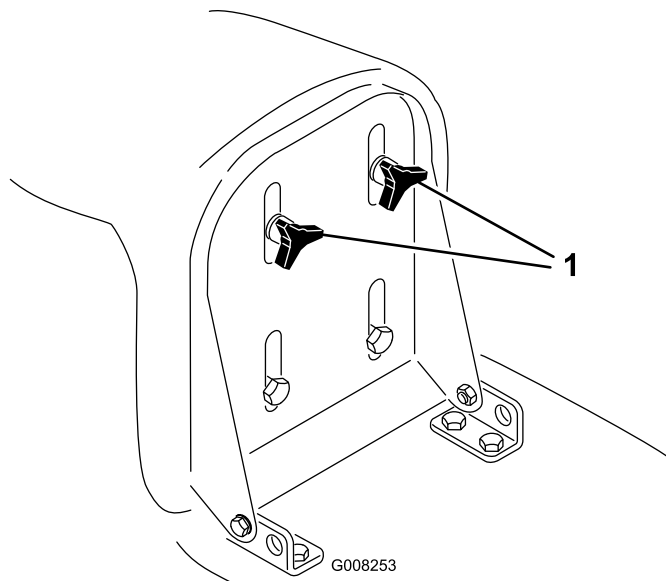

Figura 4
1. Sollevate il sedile ed allentate le manopole di regolazione (Figura 4).